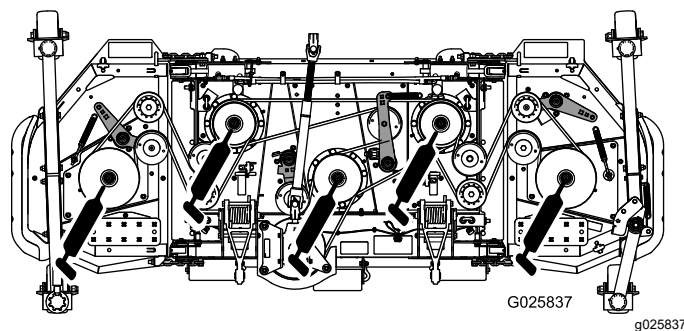

Figura 23
- Cojinetes de los ejes de las cuchillas (5) (Figura 23).